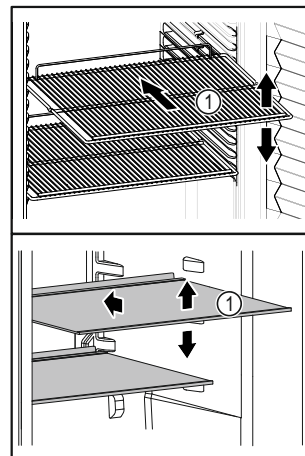

Fig. 40 Primjer izgleda
- ☐ Ako su površine za polaganje Fig. 40 (1) pomične, prilagodite ih po visini.